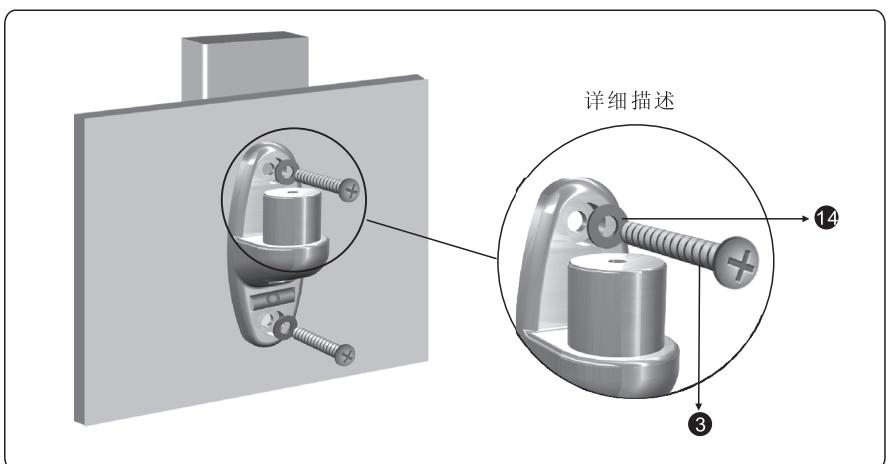

图: 1-4
- 选择ST6.3X65mm紧固螺钉穿过垫片，将墙架固定在之前所打的孔上，拧紧螺钉，将墙架完全紧固在墙上即可，请勿拧太紧（如图1-4）。